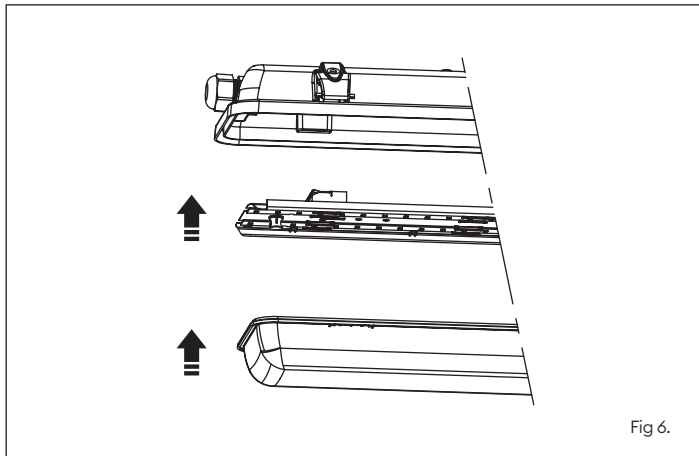

Fig 6.
10. Fit the LED tray into the base and secure with clips (Fig 6).
11. Reattach the diffuser to the base and secure with clips (Fig 6).
10. Insérez l'appareillage LED dans la base et fixez-le avec les clips (fig. 6).
11. Remplacez le diffuseur et bien l'attacher avec les clips (fig. 6).